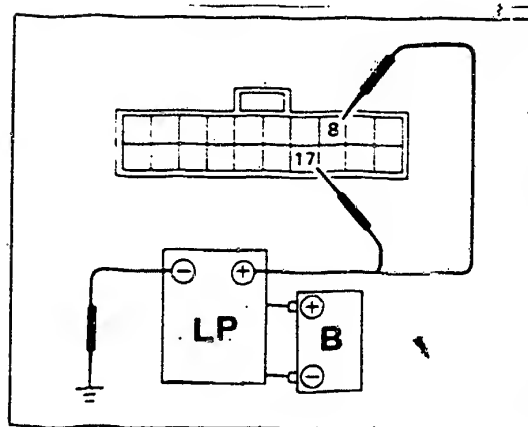

Bild 17 Kontrolle der Impulssignale mit einem Logikschaltkreisprüfer (LP) Kabelstrangseitig am 20-poligen Steuergerätestecker bei laufendem Motor.
- Bei laufendem Motor mit einem Logikschaltkreisprüfer oder einem Oszilloscop kontrollieren, ob Impulssignale an den Klemmen 7 (1° Signal) und 17 (180° Signal) des 20 poligen Steuergerätesteckers vorhanden sind (Bild 17). Wenn nicht, Kurbelwinkelsensor ersetzen.